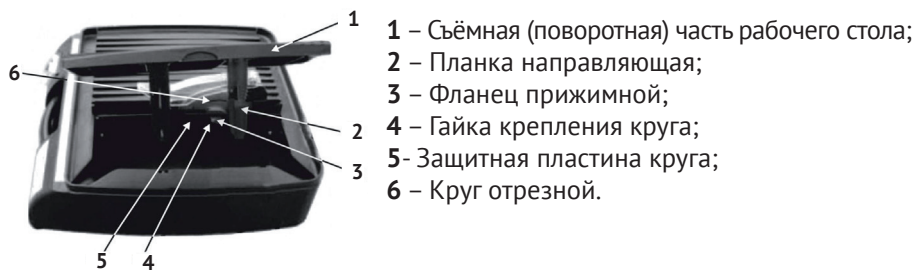

рис. 7
За счёт наклона съёмной (поворотной) части рабочего стола рис.7 поз.1), используя направляющие планки (рис.7 поз.2), можно снять фаску с плитки под двумя фиксированными углами: 22,5° и 45°, для этого:
- поднять поворотную часть рабочего стола (рис.7 поз.1);
- установить направляющие планки (рис.7 поз.2) в одно из 2-х фиксированных положений;
- включить двигатель и дождаться набора кругом (рис.7 поз.6) полных оборотов;